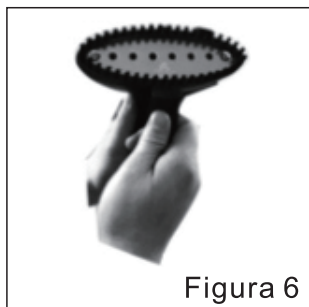

Figura 6
- ⑥ Ao passar a ferro uma roupa de pele ou escovar uma roupa com pelos por favor instalar a cabeça da escova (opcional) no bocal da mangueira de vapor, como mostra a figura, e depois colocar o bocal da mangueira de vapor no gancho. Se passar qualquer outro pano, não instalar a escova de pêlo (Figura 6).